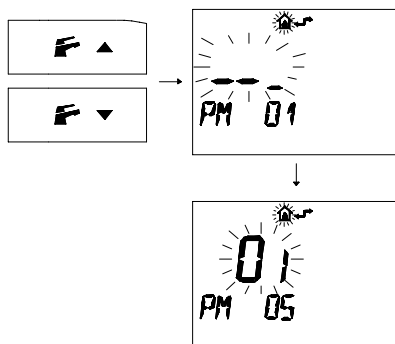

Figura 8.6
- Premere i pulsanti **F** ↓ e **F** ↑ per visualizzare la programmazione **"PM05"** settaggio gas fase 1 (Figura 8.6).
- Il SET programmato che lampeggia **01** indica che la caldaia è predisposta per funzionare con gas **Metano (G20)** (Figura 8.6)